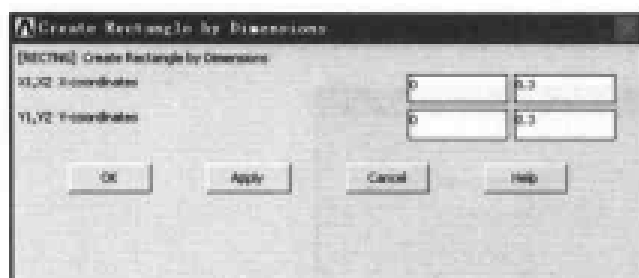

图 10-8 生成矩形面对话框
(1) 选择 Main Menu | Preprocessor | Modeling | Create | Areas | Rectangle | By Dimensions 命令, 出现 Create Rectangle by Dimensions 对话框。参照图 10-8 对其进行设置, 单击 OK 按钮关闭该对话框。